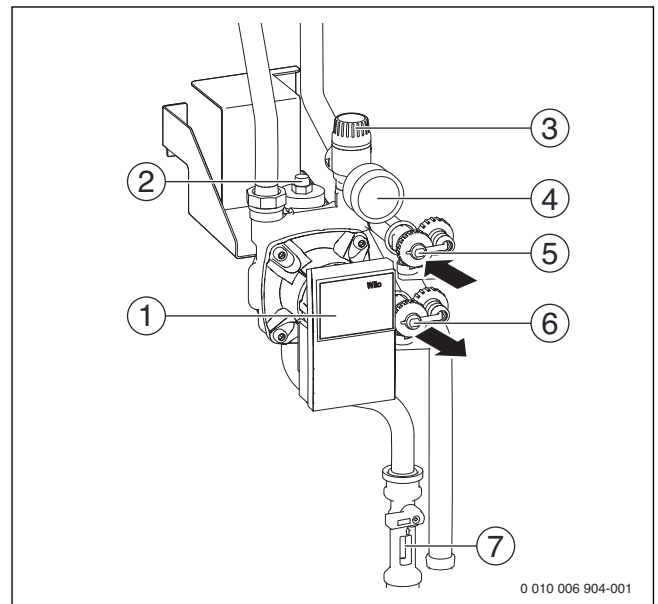

Bild 197 Übersicht Solargruppe
- ▶ Befülleinrichtung, wie in Bild 197 dargestellt, anschließen.
- ▶ Füll- und Entleerhähne (→ Bild 197, [5] und [6]) öffnen.
- ▶ Während des Spülens den Füll- und Entleerhahn an der Saugseite (→ Bild 197, [6]) mehrmals kurzzeitig drosseln und anschließend schnell komplett öffnen. Dadurch können sich gestaute Luftblasen in der Rohrleitung lösen.
- ▶ Während der Schaltvorgänge den Zeiger des Manometers (→ Bild 197, Seite 103) an der Solargruppe kontrollieren.
Wenn der schwarze Zeiger des Manometers (→ Bild 197) beim Ein- und Ausschalten der Solarpumpe Druckschwankungen anzeigt, muss die Solaranlage weiter entlüftet werden.